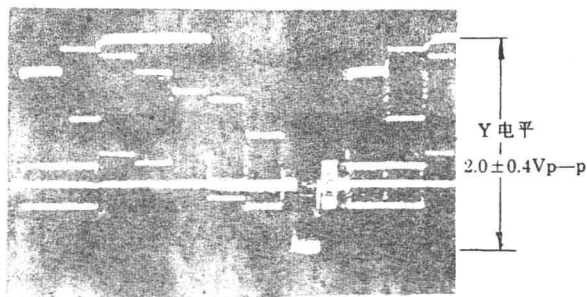

图9 AGC 特性
(3) AGC(自动增益控制)特性的确认: LINE IN 输入 PAL 彩条信号, 示波器接 LINE OUT, 输入波形电平为 $0.5V_{p-p}$, 输出 Y 电平为 $2.0 \pm 0.4V_{p-p}$ 。增大输入信号至 $2.0V_{p-p}$, 输出应保持不变, 见图 9 所示。